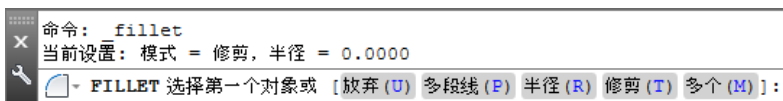

图 6.5.10 命令行提示
Step3. 设置圆角半径。系统命令行提示图 6.5.10 所示的信息，在此提示下输入字母 **R**，即选择“半径(R)”选项，并按 **Enter** 键；在指定圆角半径 $\langle 0.0000 \rangle$ ：的提示下，输入圆角半径值 **6** 并按 **Enter** 键。
注意：图 6.5.10 所示的提示信息的第一行提示用户当前圆角半径为 **0**，修剪模式为“修剪”，第二行是圆角的一些选项。
Step4. 选取圆角边线进行倒圆角。在图 6.5.10 所示的提示下，单击第一对象，即图 6.5.9b 中的水平边线；在 **选择第二个对象，或按住 Shift 键选择对象以应用角点或 [半径(R)]**：的提示下，单击第二对象，即图 6.5.9b 中的垂直边线。